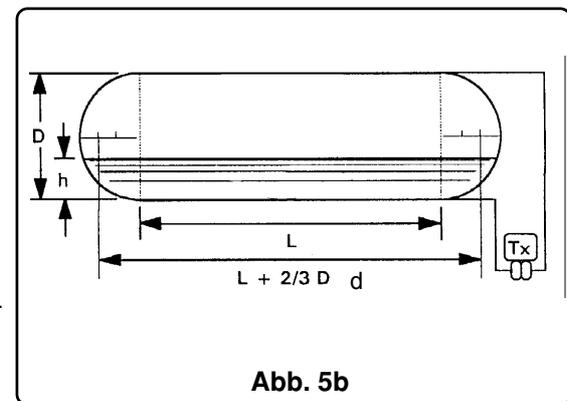

Abb. 5b
b) Zylindrische Behälter mit halbkugelförmigen Böden (siehe Abb. 5b). Der Messumformer misst die gesamte Höhe des Behälters.